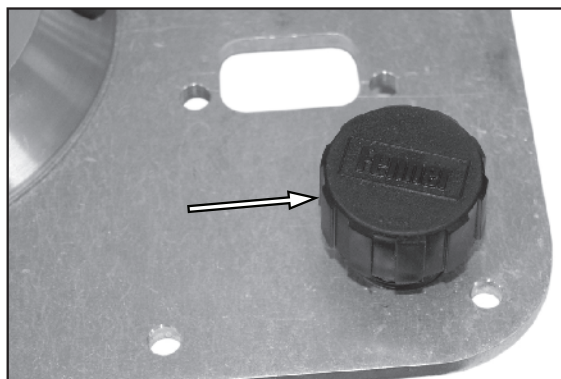

Рис. 7.
3. См. рис. 7. Снимите крышку заливной горловины и вставьте чистую воронку с фильтром.